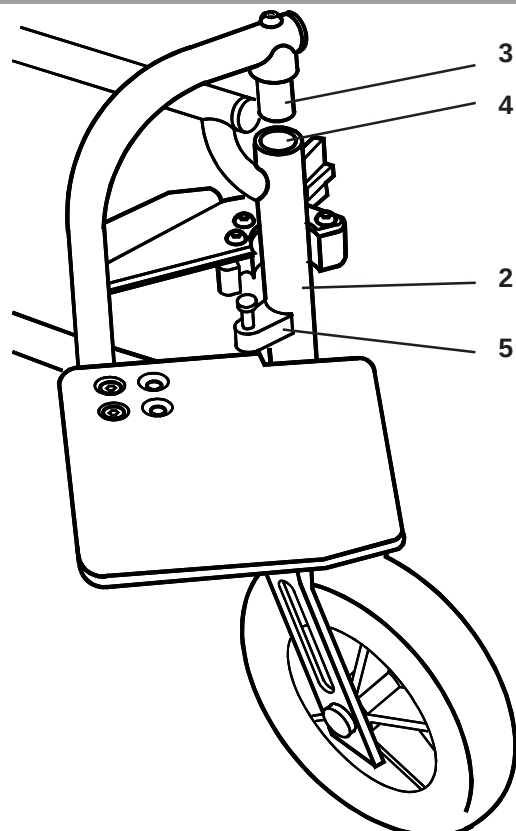

Fig. 18
Voor het terugplaatsen van de beensteun (Fig. 18), plaatst u de bovenste scharnierpen (3) in de geleider (4) aan het frame (2) met de beensteun naar de buitenzijde van het frame. Draai de beensteun naar binnen totdat deze in positie op de vergrendelpen (5) vergrendelt.